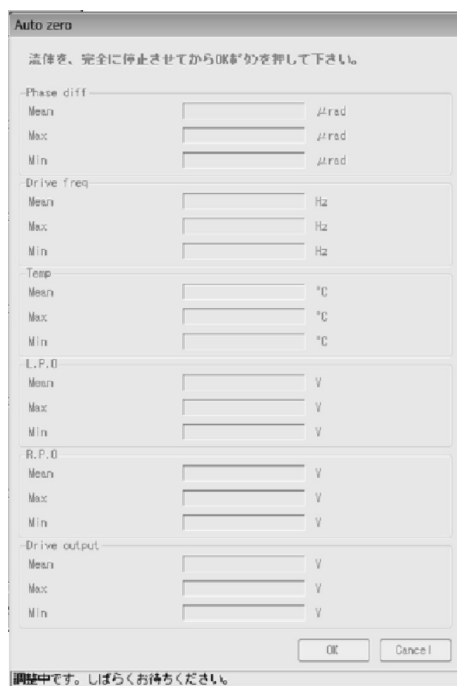

図142
- ④ 「OK」 ボタンをクリックすると、ゼロ点調整が行われます。この調整中は図142のように、ウィンドウ下部に“調整中です。しばらくお待ちください。”というメッセージが表示されます。